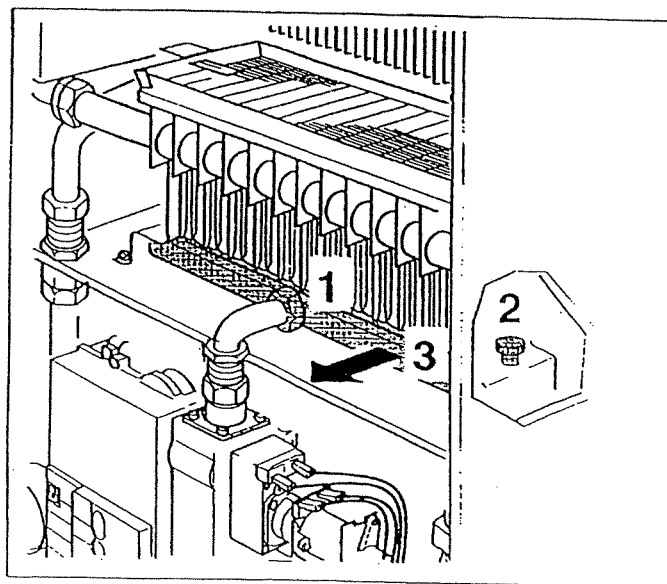

Fig. 42 Estrazione piastra ugelli
- ◆ Svitare il raccordo gas della piastra ugelli (Fig. 42, punto 1).
- ◆ Svitare le due viti a testa zigrinata (Fig. 42, punto 2) ed estrarre la piastra ugelli (Fig. 42, punto 3).